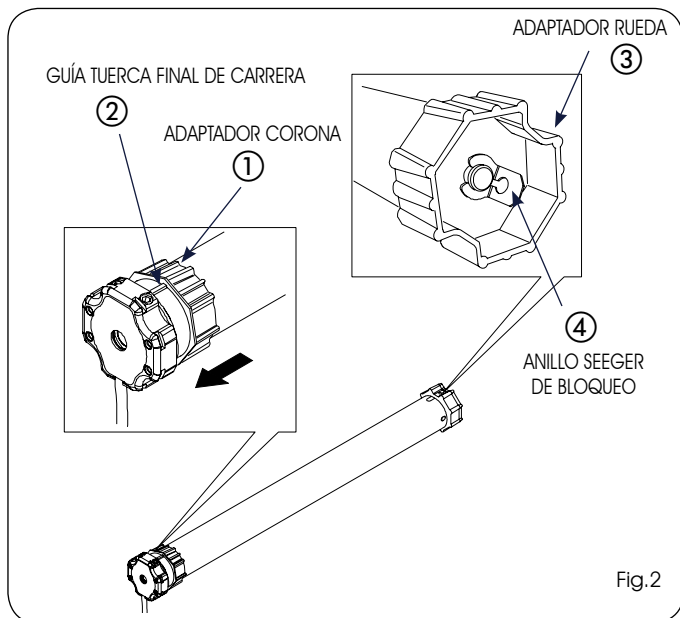

Fig.2
- 1) Introduzca el adaptador corona (Fig.2 ref.①) en el motor tubular, hasta que el mismo esté completamente introducido en la guía (Fig.2 ref.②) presente en la tuerca de final de carrera.
- 2) Introduzca el adaptador de rueda (Fig.2 ref. ③) en el eje del motor y bloquéelo con el anillo seeger suministrado en dotación. (Fig.2 ref. ④)